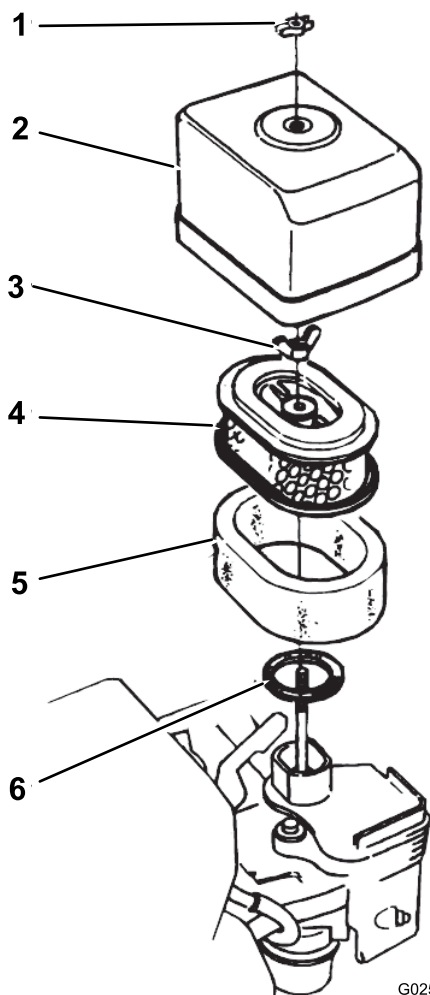

Figura 32
2. Retire la tuerca de orejeta que sujeta la tapa del limpiador de aire al limpiador de aire, y retire la tapa (Figura 32).
4. Retire la tuerca de orejeta del filtro de aire, y retire el filtro (Figura 32).
5. Retire el filtro de gomaespuma del filtro de papel (Figura 32).